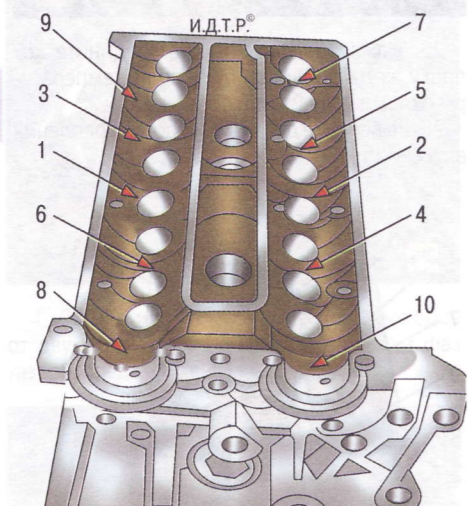

Рис. 5.7. Порядок затяжки болтов крепления головки блока цилиндров
- затягивайте болты на холодном двигателе в порядке, показанном на рис. 5.7, в три этапа: